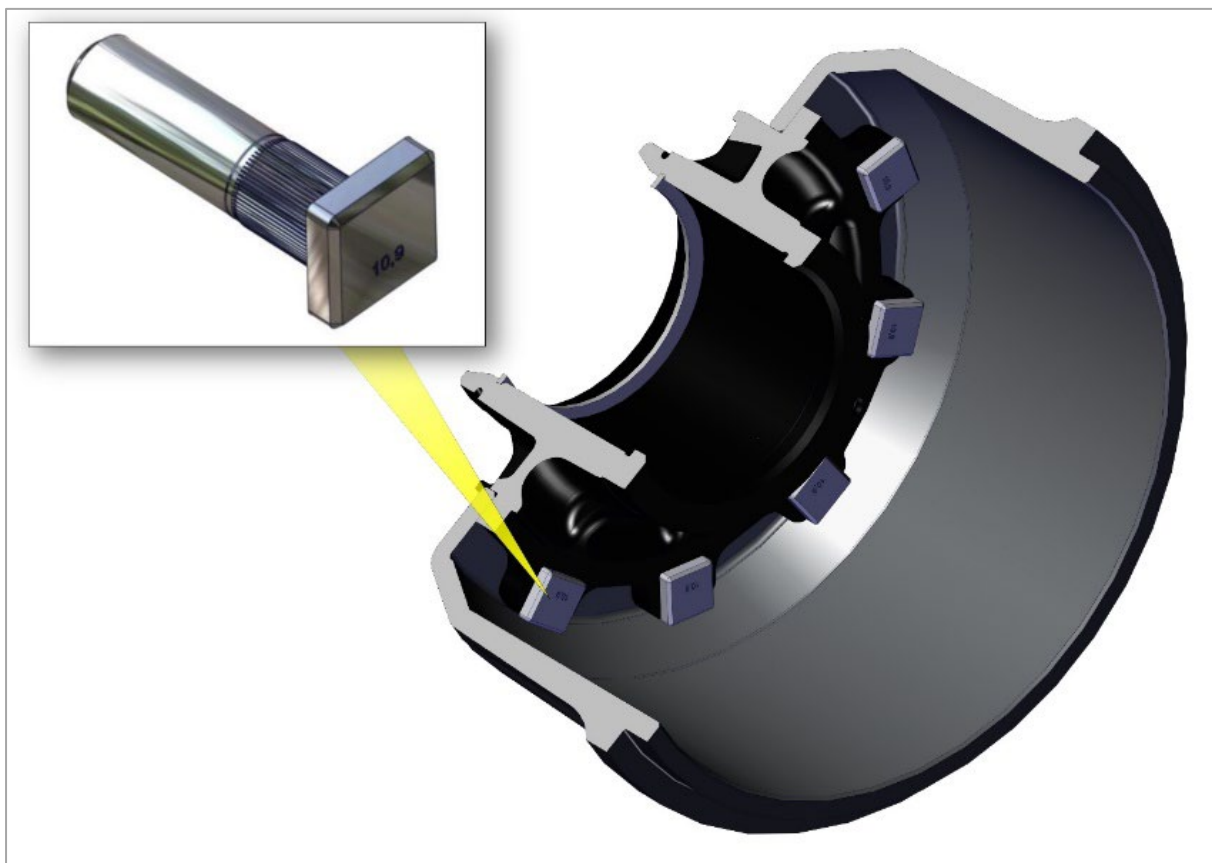

Рис. 29. Установка шпилек
- 3) Шпильку необходимо надежно устанавливать на место, следя за тем, чтобы она располагалась под прямым углом к поверхности ступицы и точно садилась на внутренний торец тормозного барабана (рис. 29).